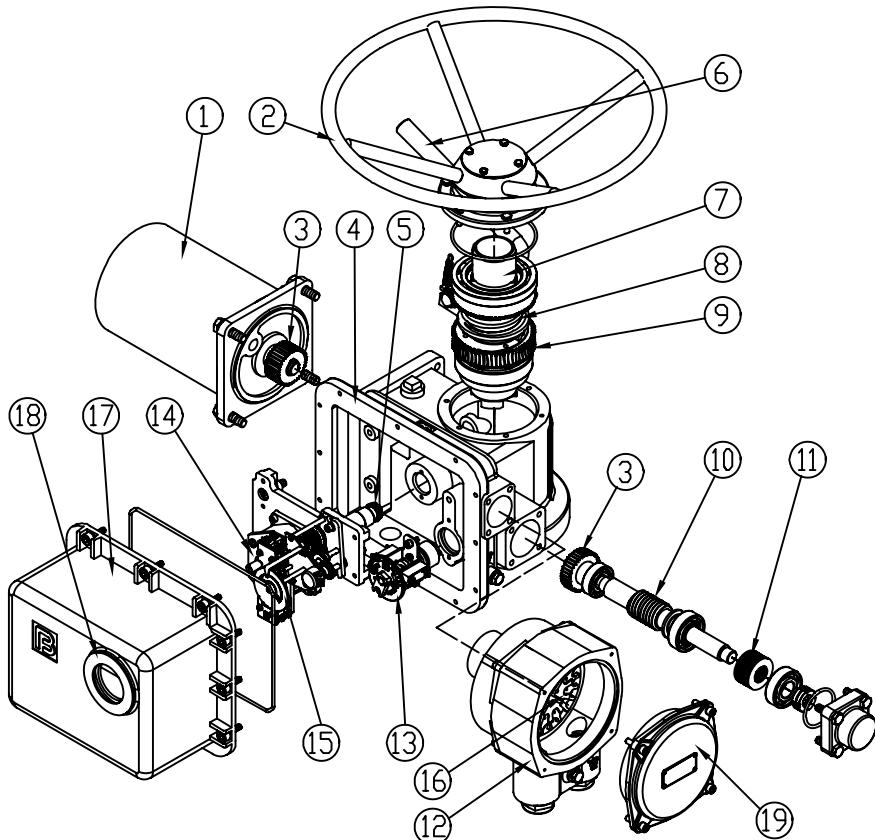

Рис.1 Электроприводы типа Г3-ВА, Г3-ВБ
## 2.1 Электроприводы типа ГЗ-ВА, ГЗ-ВБ (рис. 1)
**Двухсторонняя муфта ограничения крутящего момента** (13) (рис. 1) состоит из червячного вала (10), сбалансированного по осевым перемещениям тарельчатыми пружинами (11) и ограничителя крутящего момента с пластиной С (рис 3).
Вращение от электродвигателя (1) (рис. 1) через прямозубую цилиндрическую шестерню (3) передаётся на червячный редуктор (9, 10), который обеспечивает вращательное движение выходного вала (7) и через кулачковую муфту преобразуется в поступательное движение штока затвора арматуры.
Ограничитель хода выходного вала (14) (рис. 1) через переходной вал (5) механически связан с выходным валом (7) электропривода. После надлежащей настройки ограничитель хода выходного вала соответствует определенным положениям затвора. При достижении затвором арматуры этих положений срабатывают соответствующие микровыключатели, отключая электропитание электродвигателя.
Индикатор положения затвора арматуры (15) (рис. 1) механически связан с ограничителем хода выходного вала. После надлежащей настройки указания индикатора соответствуют определенным положениям затвора арматуры независимо от режима работы электропривода – ручного или электрического.